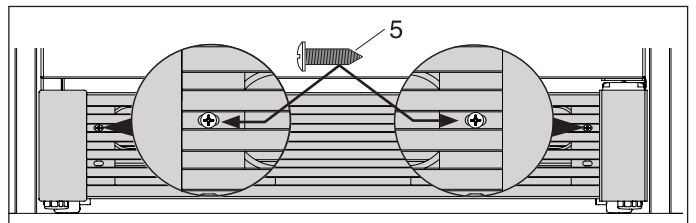

Figura 19
Sujete la placa de protección al gabinete con dos (2) tornillos. (Consulte la Figura 19).